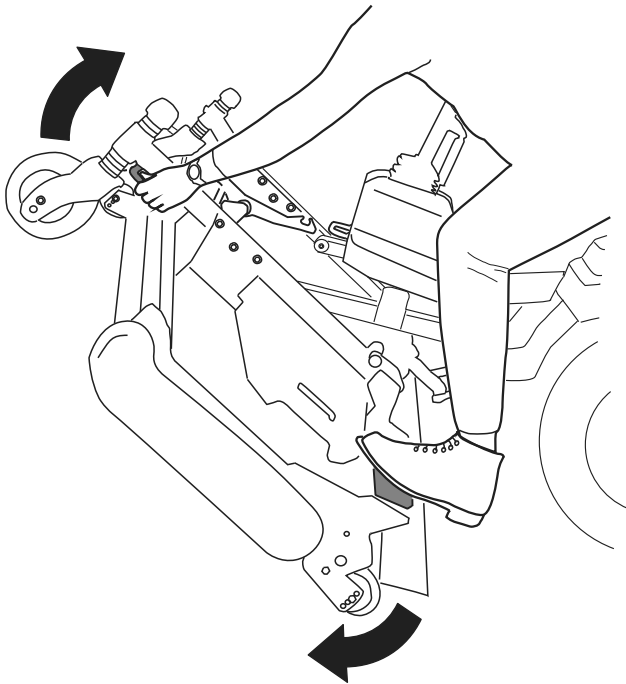
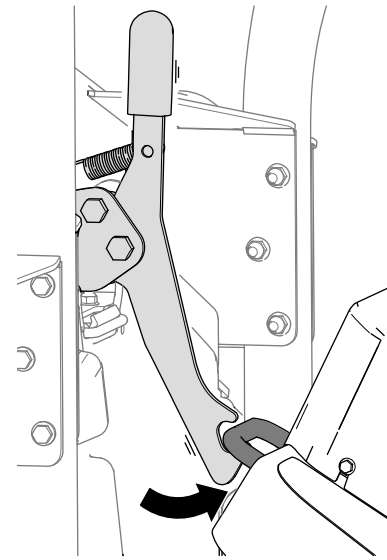
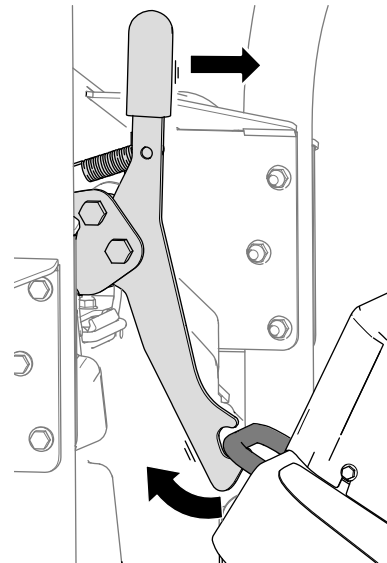

Figura 39
Figura 40
Figura 41
5. Gire la unidad de corte (Figura 39) hasta que el cierre se enganche en la placa de amarre (Figura 40).
1. Desenganche el cierre de la unidad de corte de la placa de amarre (Figura 41) girando ligeramente hacia adelante la unidad de corte (Figura 39) y tirando hacia adelante de la palanca del cierre.